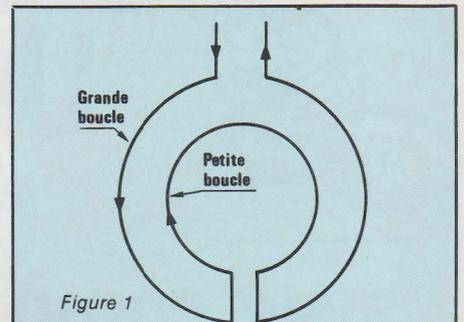
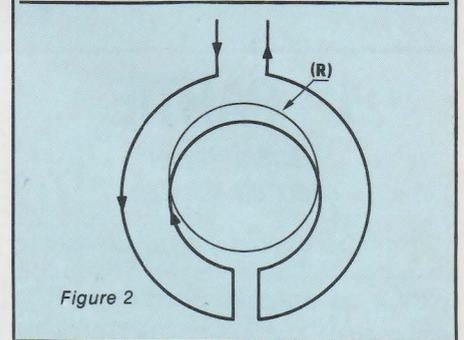

Figure 1
Figure 2
Examinons le bobinage construit comme indiqué à la **figure 1**. Parcouru par un courant, l'induction produite par la grande boucle est en opposition avec celle engendrée par la petite boucle. Si l'on dispose maintenant un bobinage (R) sur cette dernière boucle (**figure 2**), il est soumis à deux champs d'induction opposés, celui de la grande boucle et celui de la petite boucle. Le champ de la grande boucle est plus important mais le bobinage (R) est en relation plus étroite avec celle-ci puisque posé dessus. Il devient évident que pour une certaine configuration des 3 bobinages, l'induction résultante sera nulle dans le bobinage (R). On dispose donc sur (R) d'un signal nul ou presque alors qu'est rayonné un
La conception d'un détecteur de métaux est maintenant possible conformément à la **figure 3**. Il est composé d'un oscillateur LC dont la self sera bobinée selon le schéma de la figure 1, d'un récepteur dont le bobinage (R) sera accordé sur la fréquence de l'oscillateur et disposé de telle façon qu'à peu près aucun signal ne soit induit. Si l'on souhaite disposer d'une grande sensibilité, il faudra concevoir un circuit annulant le signal résiduel dans (R). Ce circuit est appelé « circuit de zéro » ou « circuit de nul ». Ainsi l'amplificateur situé à la sortie du récepteur pourra avoir un grand gain. En général, ce réglage est accessible depuis l'extérieur du boîtier car l'usure de la pile et la température ont une influence sur l'équilibre de la « balance ».